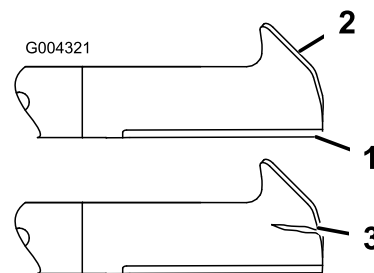

Figura 47
1. Controllate i taglienti (Figura 47). Se i taglienti non sono affilati o presentano intaccature, togliete le lame ed affilatele; vedere Affilatura delle lame.
2. Controllate le lame, in particolare l'area curva (Figura 47). In caso di danni, usura o scanalature nell'area (Figura 47, voce 3) montate immediatamente una nuova lama.